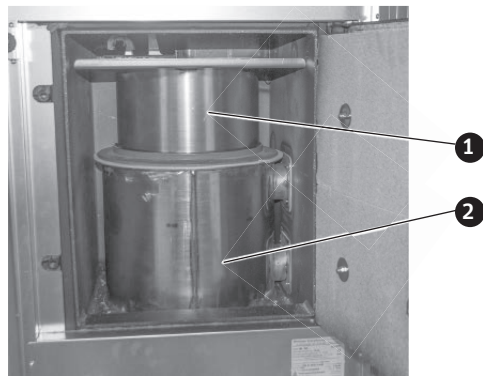

Fig. 64 Brennraum mit Flammrohr und Brennkammer bei offener Türe
- ▶ Verkleidungstür und Brennraumtür öffnen – Fig. 64.